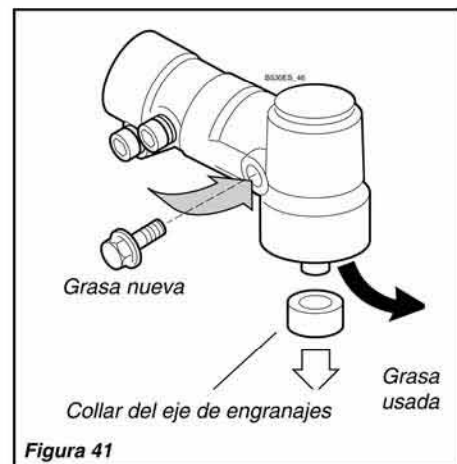

Figura 41
- Retire el accesorio de corte y el collar del eje de engranajes. Introduzca grasa nueva dentro de la hasta que la grasa usada haya salido. Consulte la figura 41. Use solamente grasa a base de litio (como por ejemplo, el lubricante para caja de cambios Shindaiwa P/N 13-57).
- Lubrique la caja de engranajes como se indica en la figura 41 de este manual.